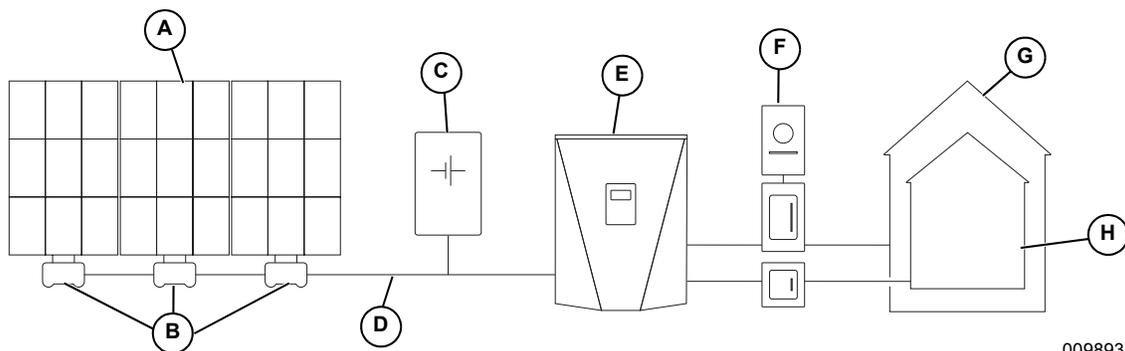

Figura 2-3. Ejemplo del sistema PWRcell de Generac
En la **Figura 2-3**, el inversor PWRcell de Generac (E) está directamente conectado con PV Link de Generac (B) y la batería PWRcell de Generac (C) en la línea de CC (REbus) (D). A la derecha del inversor se encuentran las líneas de CA: 120/240 V CA para las cargas de red y domésticas (G) y cargas protegidas (H) que admiten hasta 50 A.